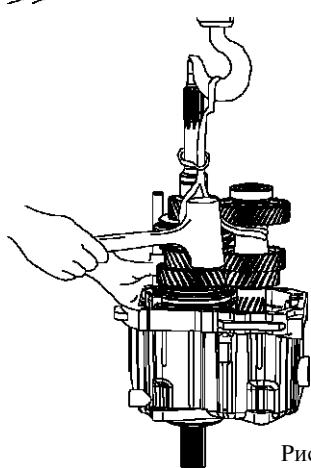

Рис. 6.14. Демонтаж валов
- для упрощения демонтажа закрепите вторичный вал, промежуточный вал и вал переключения передач веревкой или ремнем и подвесьте (рис. 6.14);
14. После нагревания произведите демонтаж валов, слегка ударяя по заднему картеру резиновым молотком (см. рис. 6.14).